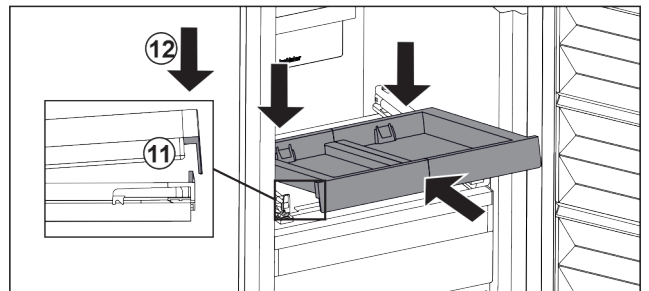

Fig. 93
- Inserire in modo inclinato. Assicuratevi che l'arresto sia dietro la linguetta su entrambi i lati. Fig. 93 (11)
- Abbassare il ripiano estraibile nella parte anteriore. Fig. 93 (12)